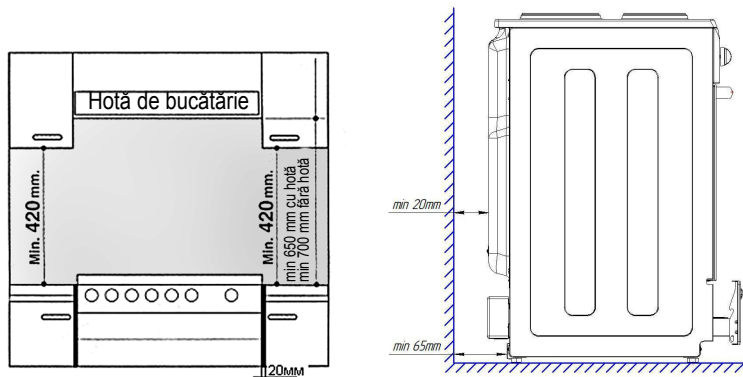

Figura 1
- Amplasarea aragazului între mobilier este prezentată în figura 1